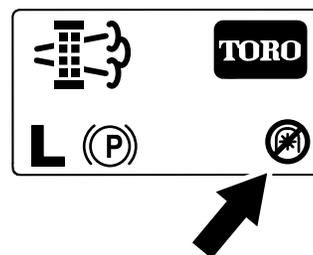

Figura 55
**Nota:** Sulla schermata Home viene visualizzata l'icona di disabilitazione della PDF (Figura 55).
**Nota:** Sulla schermata Home viene visualizzata l'icona di disabilitazione della PDF; fate riferimento a Figura 55 in Messaggi relativi alla rigenerazione parcheggiata \(pagina 41\).